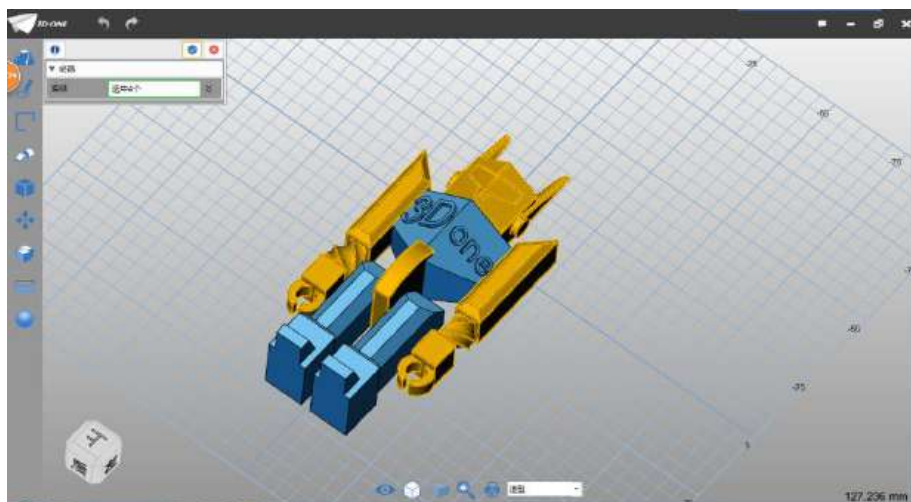

图 6-1
Step 1 选择隐藏命令 , 选择如下图 6-1 所示的 4 个部分。